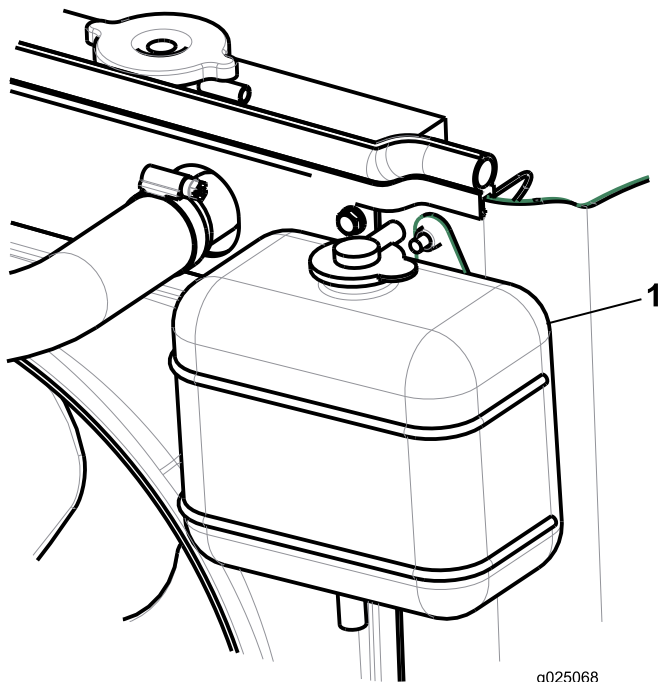

Figura 28
2. Verifique o nível de líquido de arrefecimento do depósito secundário (Figura 28).